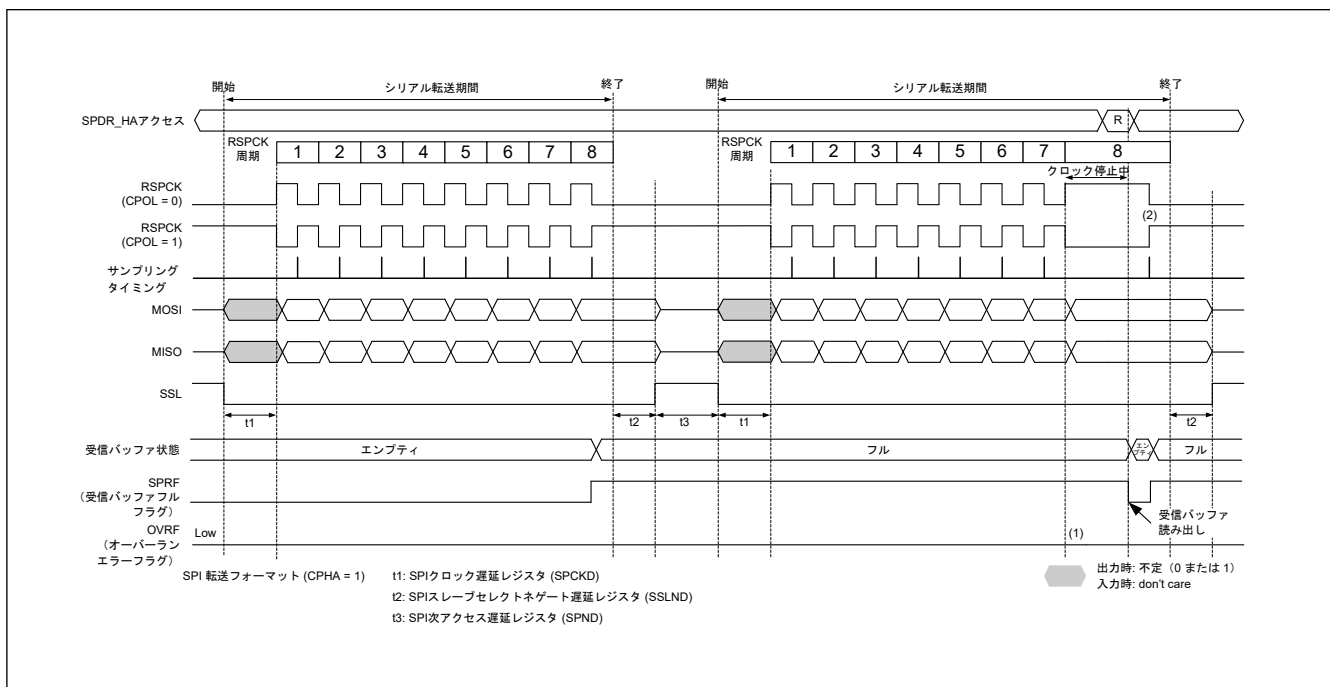
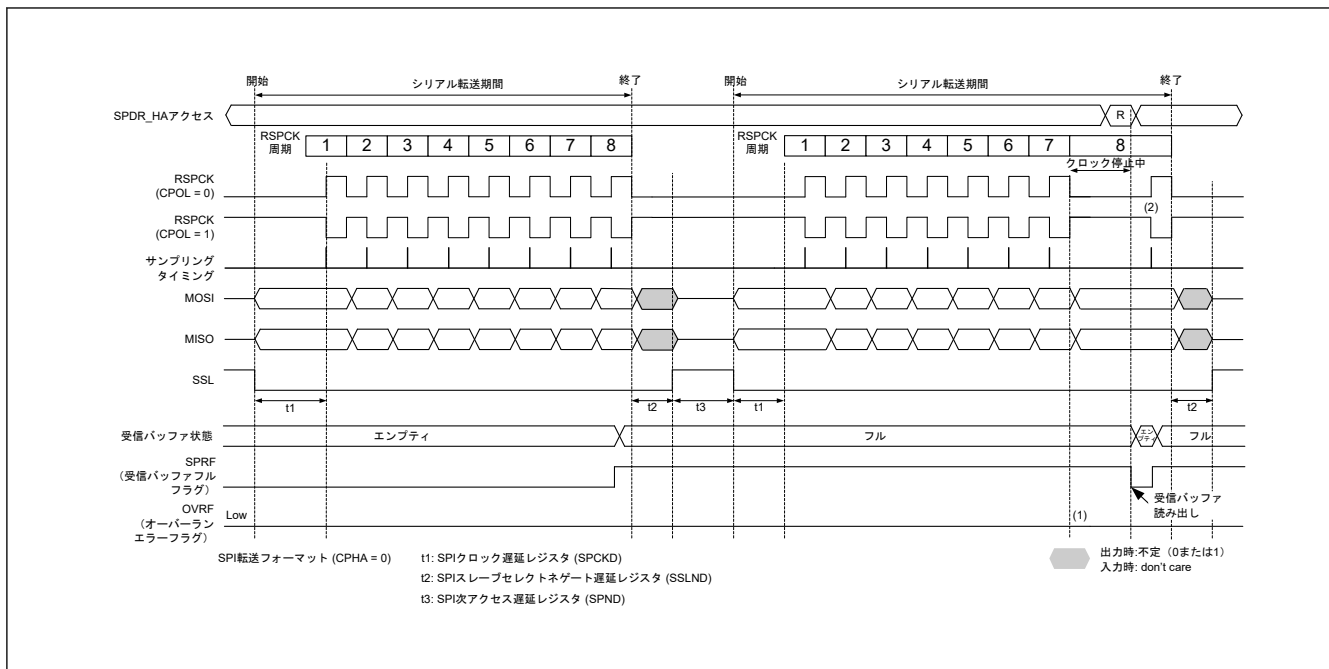

図 27.28 マスタモードの受信バッファフル状態でシリアル転送が継続するときのクロック停止波形 (SPCMDm.CPHA = 1)
図 27.29 マスタモードの受信バッファフル状態でシリアル転送が継続するときのクロック停止波形 (SPCMDm.CPHA = 0)
マスタモードで RSPCK 自動停止機能を有効 (SPCR2.SCKASE = 1) にした場合は、オーバーランエラーが発生しません。図 27.28、図 27.29 にマスタモードの受信バッファフル状態でシリアル転送が継続するときのクロック停止波形を示します。
以下に、図 27.28 および図 27.29 の (1)、(2) に示したタイミングでのフラグ動作を説明します。